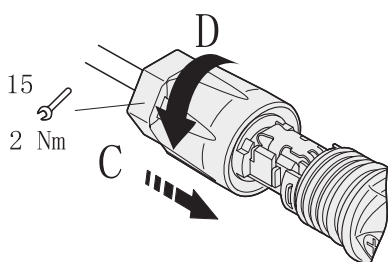

Fig. 50. Bloqueo del conector.
5. Empujar el conector de la batería hasta la unión roscada y usar una llave abierta para bloquear firmemente el conector con una torsión de 2 Nm., como se muestra en la Fig. 50.